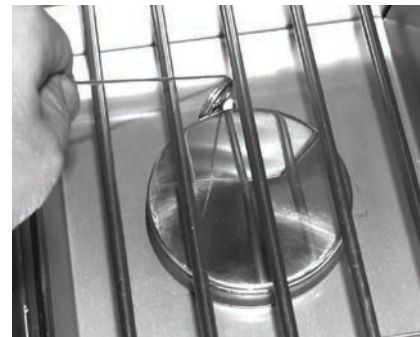

Fig. 22-2 - Éclairage manuel
**ATTENTION:** Attendez toujours cinq (5) minutes le gaz pour se dégager après que n'importe quelle tentative non réussie d'éclairage.
2. Insérez un allumeur brûlant de butane de long-baril, une allumette brûlante de long-tige, ou une allumette brûlante tenue par un support de prolongation de fil par la grille à cuire s'ouvrant au brûleur (fig. 22-2). Tenez la flamme contre le bord du brûleur.
4. Si le brûleur ne se allume pas dans les cinq (5) secondes de tourner le bouton de commande, enfoncez immédiatement le bouton et tournez la valve à **AU LOIN**. **ATTENDEZ CINQ (5) MINUTES** avant de répéter les étapes 2 à 4 des instructions manuelles d'éclairage.